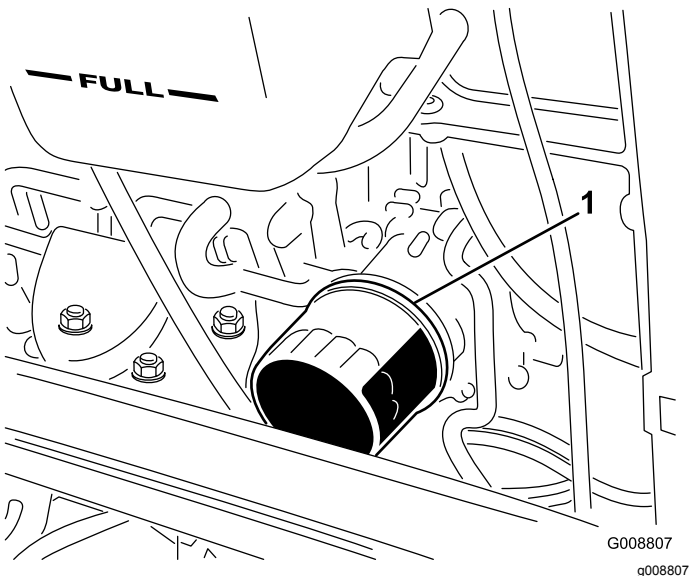

Figura 31
2. Retire o filtro do óleo (Figura 31). Aplique uma leve camada de óleo limpo no vedante do filtro novo antes de o montar. Não aperte demasiado.